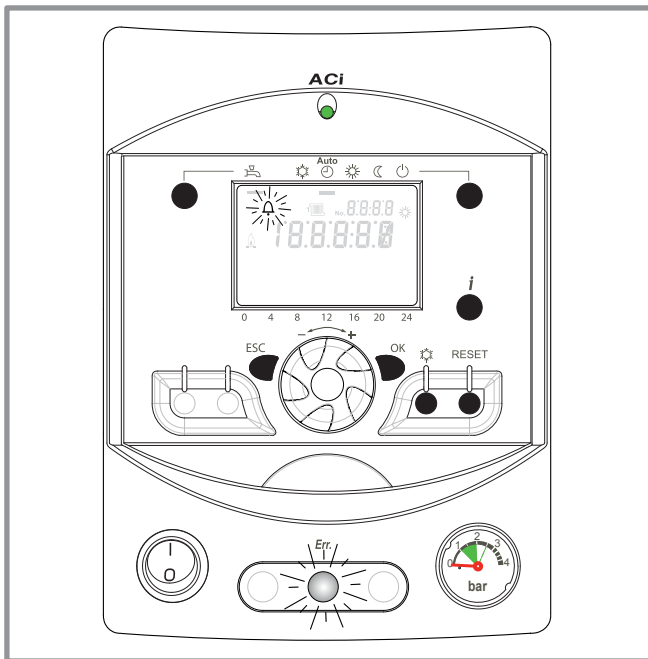

figure 11 - Signal d'erreur
- Messages d'erreur : L'afficheur indique le symbole "cloche" 🛑 + Voyant "Err." allumé (figure 11, page 17).